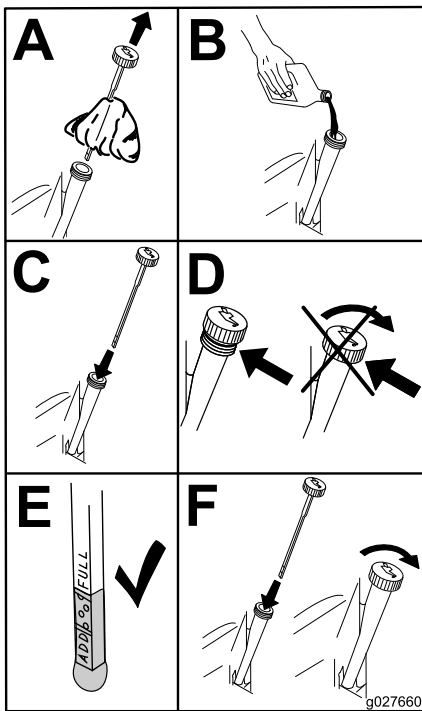

Figure 48
5. Versez lentement environ 80 % de l'huile spécifiée dans le tube de remplissage, puis faites l'appoint lentement jusqu'à ce que le niveau atteigne le repère maximum (**Full**) (Figure 48).